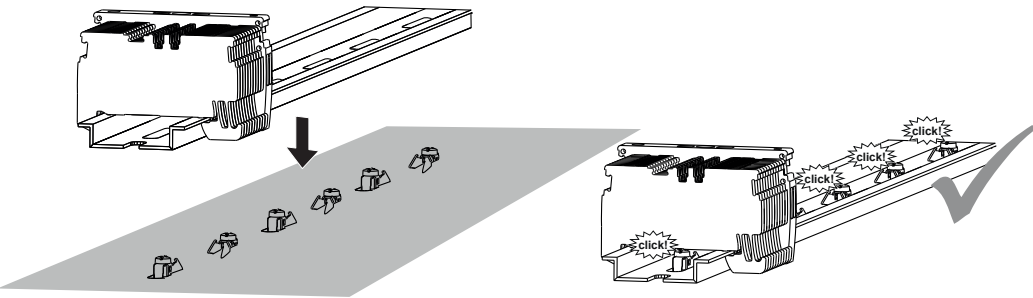

Abb. 3 / Fig. 3
- Drücken Sie die Tragschiene auf die Montageclips, siehe Abb. 3. Das korrekte Einrasten wird durch ein Click-Geräusch signalisiert.
- Press the mounting rail onto the mounting clips, see Fig. 3. The correct engagement is signaled by a click sound.